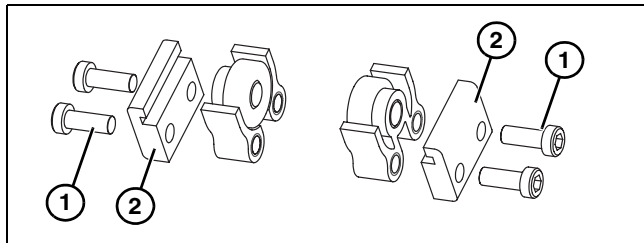
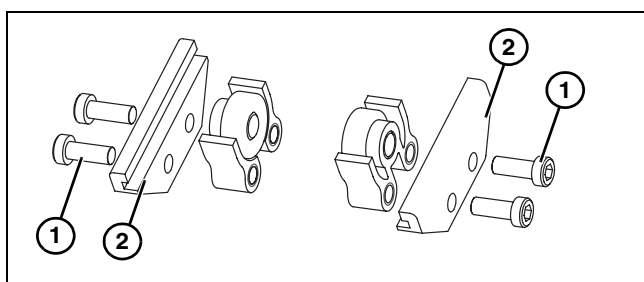

Figure 12
Figure 13
1. Umlenkrollen lokalisieren. Explosionszeichnung Figure 12 für Flachgurtförderer und Figure 13 für Stollengurtförderer.
2. Schrauben (**Figure 12, item 1**) oder (**Figure 13, item 1**) und Klammern (**Figure 12, item 2**) oder (**Figure 13, item 2**) vom Rollenbausatz entfernen.